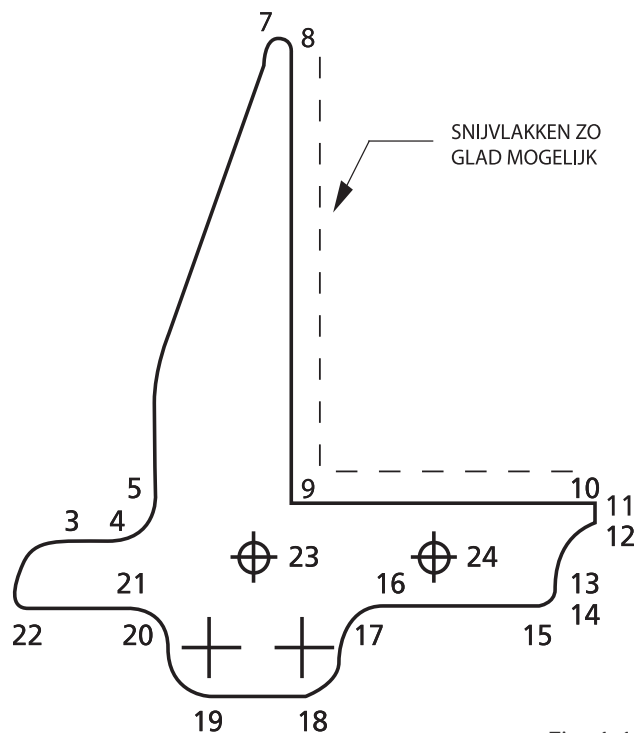

Fig. 1.1
- Houd bij het programmeren van lasergesneden producten rekening met de plaats van insteek, desnoods door aan te geven waar de insteek absoluut niet mag zitten. De insteek zorgt namelijk meestal voor een oneffenheid aan het product, wat hinderlijk kan zijn voor de functie van het product of voor vervolgbewerkingen. (Fig. 1.1)